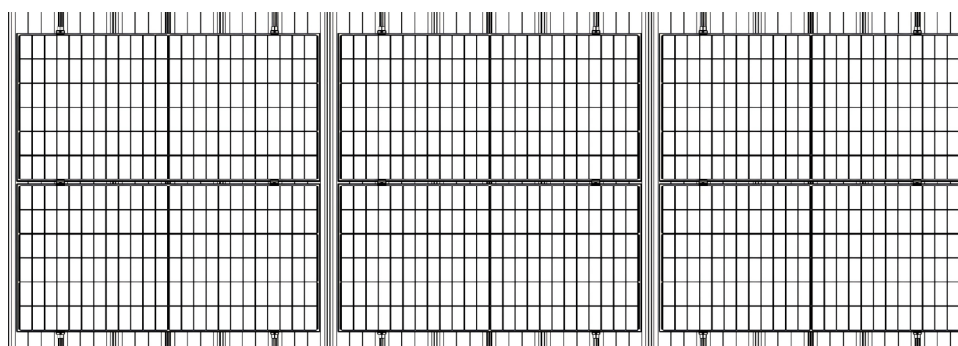

図 7-8
- 第一列の取付が完了した後、同じ方法で他の製品を配置していき、すべての製品が取り付け終わるまで続けます (図 7-8)。